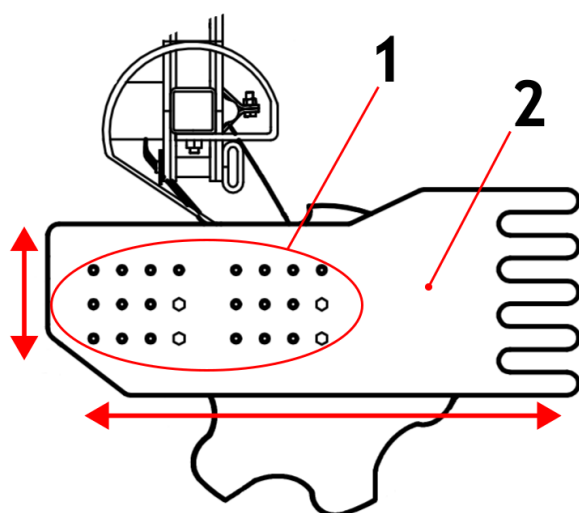

Figure 29 Réglage de la position de l'écran latéral (1 - trous de réglage de la position de l'écran latéral par rapport au support, 2 - écran latéral).
L'écran latéral doit être réglé et bloqué à l'aide du boulon à une hauteur telle qu'il se situe au-dessus de la surface du sol, afin d'éviter tout risque de choc avec des pierres ou d'accumulation de résidus de récolte. En cas de besoin, le décaler en avant ou en arrière (remettre les boulons dans les orifices de réglage disponibles (fig. 29, pos. 1), de manière à retenir la terre projetée par le disque avant extérieur et à ramener la terre dans la raie laissée par le disque arrière extérieur.